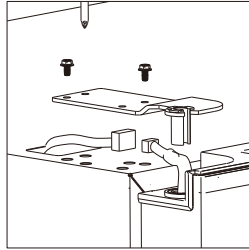

Рисунок 25
3. Отвинтите верхнюю петлю (рис. 25).